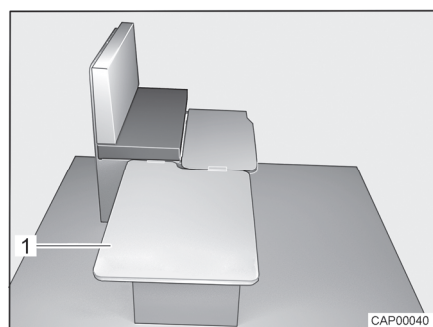

Fig. 41 Pendant la transformation
- Accrocher la planche amovible (Fig. 41,1) le long de la banquette et la poser sur la table.